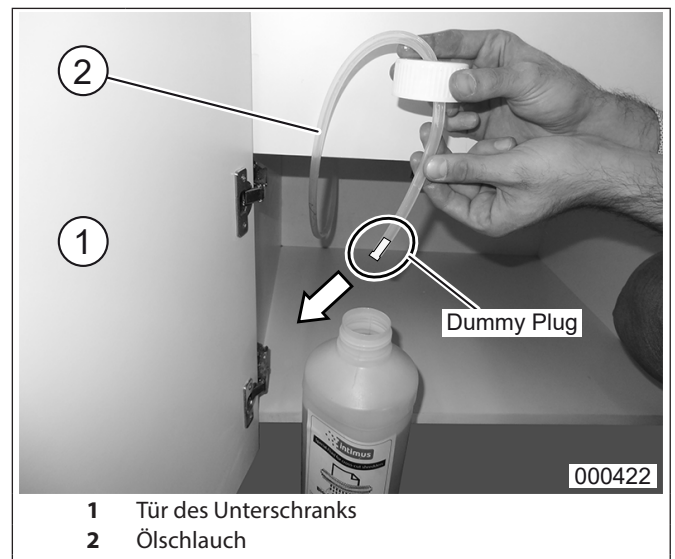

Abb. 2 Dummy-Plug entfernen
1. Tür des Unterschranks (Abb. 2/1) öffnen. Auffangbehälter entfernen.
2. Ölschlauch (Abb. 2/2) etwas nach vorn ziehen.
3. Falls der Ölbehälter zum ersten Mal montiert wird, bitte den Verschluss-Stopfen (Dummy Plug, Schraube, Abb. 2) aus dem transparenten Schlauch entfernen.